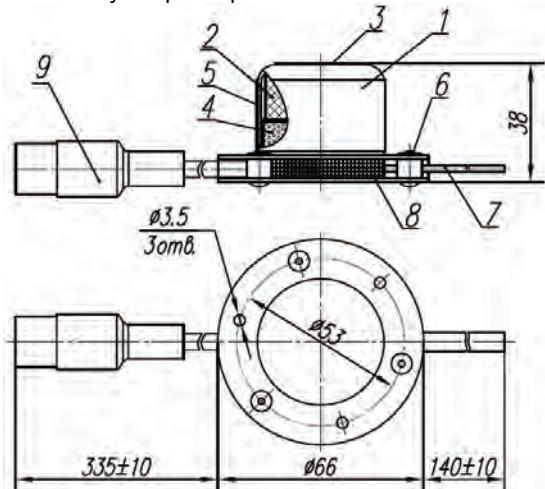
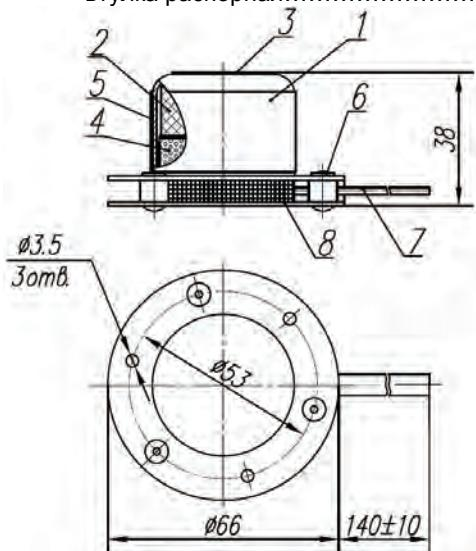

Рис.1. Генератор огнетушащего аэрозоля «Допинг 2.02»
Рис.2. Генератор огнетушащего аэрозоля «Допинг 2.02т»
3.1. В комплект поставки ГОА «Допинг 2.02» (рис.1) входит:
3.2. В комплект поставки ГОА «Допинг 2.02т» (рис.2) входит:
4.1. Генератор размещается непосредственно на защищаемом объекте (в помещении, на транспортном средстве и т.д.) и монтируется на горизонтальной или вертикальной части конструкции объекта. Монтаж генератора производится с помощью трех саморезов или винтов с гайками и шайбами (в комплект не входят). При выборе расстояния между генератором и объектом тушения необходимо учитывать длины зон с повышенной температурой п. 10 раздела 2, но оно не должно превышать, по возможности, 0,7 м. Для монтажа сверлятся 3 отверстия диаметром 6 мм под пластмассовый дюбель 6 мм на глубину 30 мм или 3 отверстия Ø 3,5 мм для крепления винтами в соответствии с толщиной места крепления и размерами, указанными на рис.1 и рис.2 (Метизы в комплект не входят). Для предохранения корпуса от деформации при монтаже используются распорные втулки, входящие в комплект поставки.
5.1. Устройство генератора (рис.1)/ (рис.2).